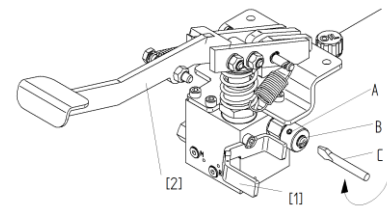

Abb. 4
- Klemmschraube (A) lösen
- Mit Schraubendreher (C) Senkspindel (B) einstellen
- Stellung mit Klemmschraube (A) fixieren (siehe Abb.4)